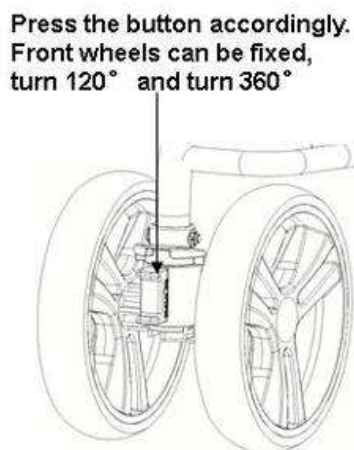

Figure 5
3. Wenn der Richtungsknopf noch weiter nach unten gedrückt wird und erneut ein deutliches taktiler Feedback spürbar ist, können die Vorderräder um 360° drehen, wie in Abbildung 5 dargestellt.